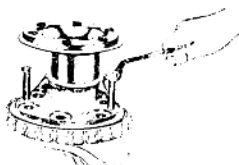

图 1-4 各段曲柄的分解
5. 用顶压螺钉拆卸,如曲拐的分解,飞轮的拆卸,如图 1-4 所示。